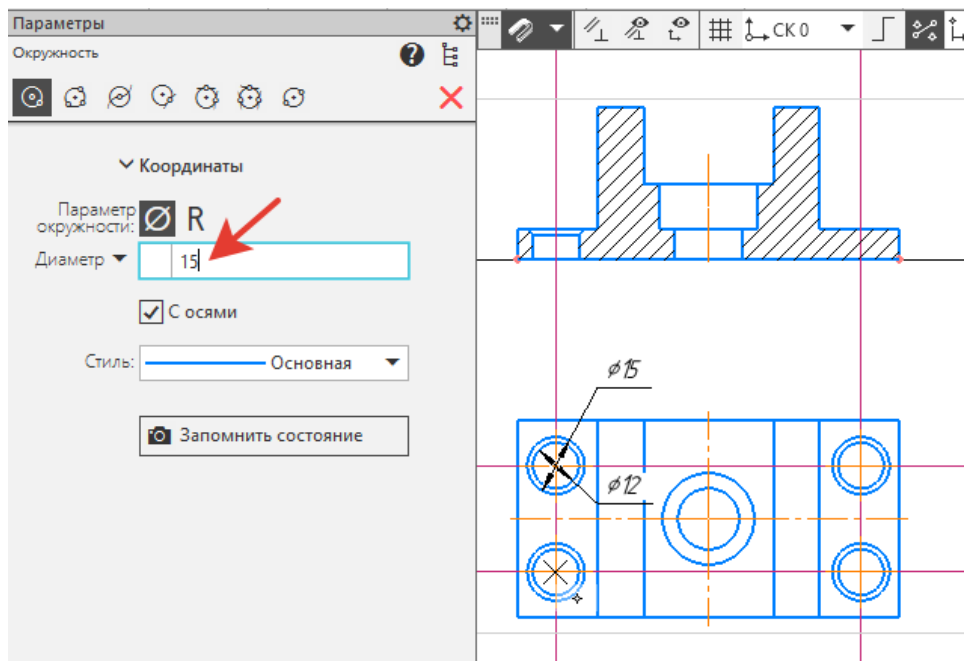

Рисунок 51.
14. В местах пересечения прямых выполнить окружности – $\varnothing 12$ и $\varnothing 15$. Задать **Диаметр – 15**, нажать на кнопку **Запомнить состояние** и проставить все четыре окружности. Тоже самое сделать с **Диаметром - 12** (рисунок 51).